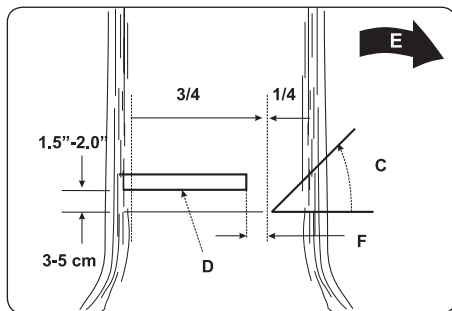

Рис. 13
ПРЕДУПРЕЖДЕНИЕ: Не ходите перед деревом, которое уже подрезано. Окончательный срез (D) выполняется с обратной стороны дерева в 3–5 см над горизонтальной основой подреза (C) (Рис. 13).